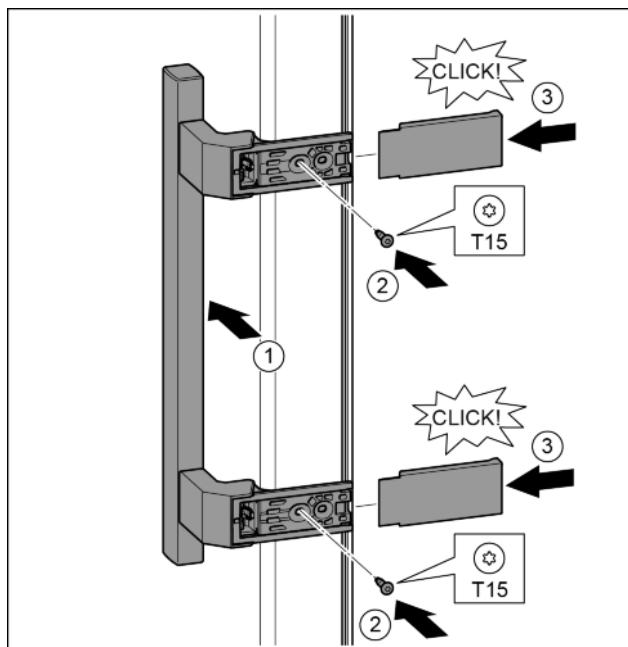

Fig. 16
- Встановіть ручку з протилежного боку. Fig. 16 (1)
- Закрутіть гвинти за допомогою викрутки T15. Fig. 16 (2)
- Встановіть кришки з боків та вставте їх. Fig. 16 (3)